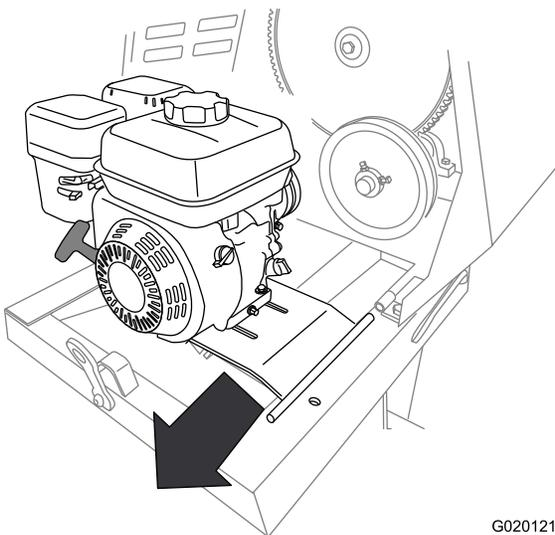

Figure 52
- Poussez le plancher moteur en arrière et sortez-le du support de charnière avant (Figure 52).
- Déposez le moteur et le plancher moteur de la machine (Figure 52).
- Alignez le pivot du plancher moteur sur le support de charnière avant (Figure 52).
- Poussez le plancher moteur en avant et le pivot dans le support de charnière avant (Figure 52).
- Alignez le support de charnière arrière sur le pivot de la charnière du plancher moteur (Figure 52).